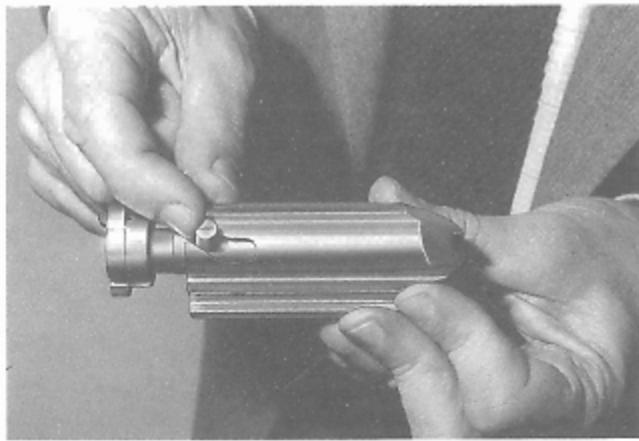

Fig. 43
- 6) Infilare il perno rotazione testa di chiusura nel foro di sede ricavato sul gambo della testa di chiusura facendolo passare attraverso l'asola dell'otturatore (fig. 43); prestare attenzione affinché la linea di riferimento marcata sulla parte superiore del pezzo sia in vista e risulti allineata con l'asse longitudinale del gruppo otturatore (fig. 43).
- 6) Insert the bolt locking head pin in its hole on the locking head's stem, through the slot on the bolt (fig. 43). Make sure that the reference line on top of the pin is visible and aligned with the bolt's centerline (fig. 43).
- 6) Introduire le pivot de rotation de la tête de fermeture dans son logement situé sur la tige de la tête de fermeture en le faisant passer à travers la cavité de l'obturateur (fig. 43). S'assurer que l'encoche de référence située sur la partie supérieure de la pièce soit visible et alignée avec l'axe longitudinal de l'ensemble obturateur (fig. 43).